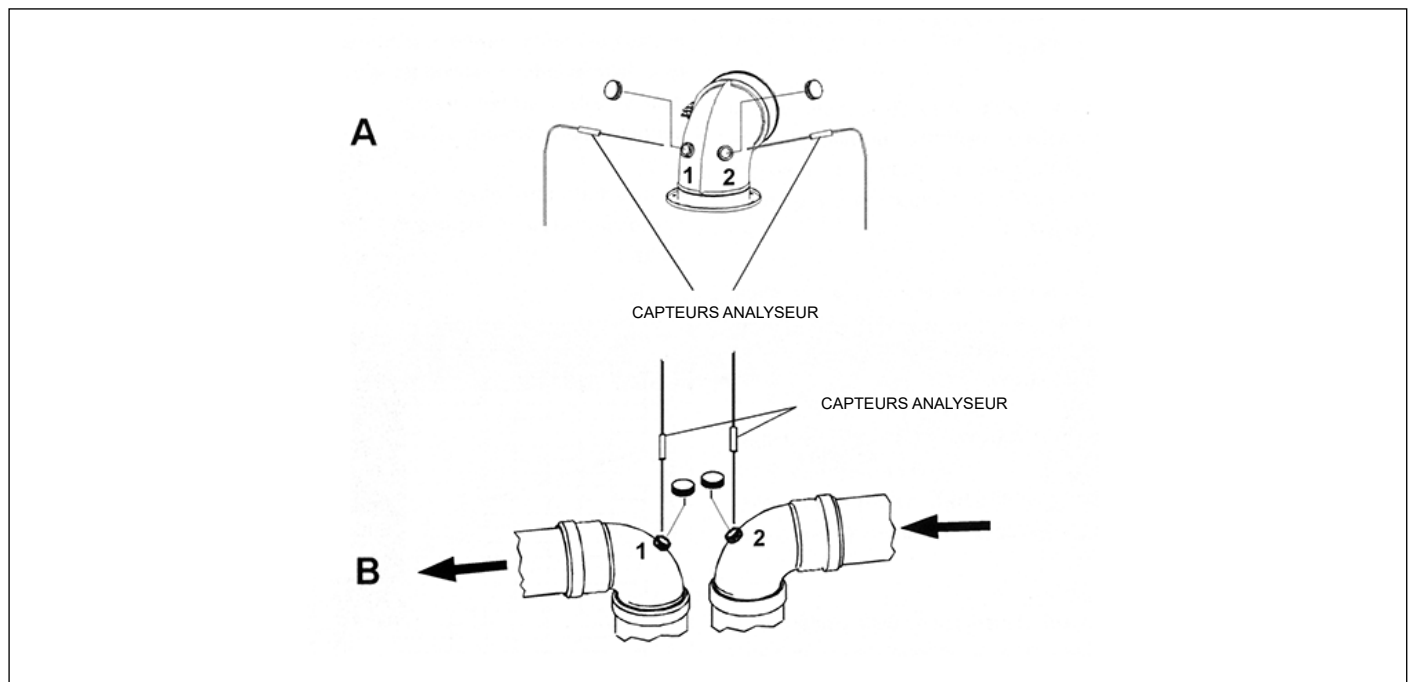

Fig. 12 Exemples de points de détection de fumées
- mesure de la température de l'air comburant prélevé dans le trou relatif 1 (voir réf. (A) Fig. 12 Exemples de points de détection de fumées , pour les chaudières à chambre étanche équipées de tuyauterie avec trous prédisposés).
- mesure de la température des fumées et de la quantité de CO₂ prélevé dans le trou relatif 2 (voir réf. (A) Fig. 12 Exemples de points de détection de fumées , pour les chaudières à chambre étanche équipées de tuyauterie avec trous prédisposés).
- mesure de la température de l'air comburant prélevé dans le trou relatif 2 (voir réf. (B) Fig. 12 Exemples de points de détection de fumées , pour les chaudières à chambre étanche équipées de tuyauterie avec trous prédisposés).
- mesure de la température des fumées et de la quantité de CO₂ prélevé dans le trou relatif 1 (voir réf. (B) Fig. 12 Exemples de points de détection de fumées , pour les chaudières à chambre étanche équipées de tuyauterie avec trous prédisposés).